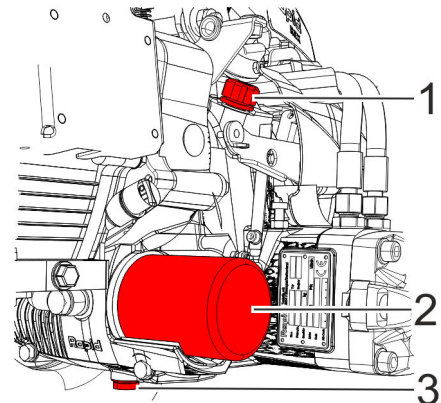

Abb. 54: Hydrauliköl wechseln
1. ➤ Ablassschraube (Abb. 54/3) lösen.
2. ➤ Ölfilter (Abb. 54/2) lösen.
5. ➤ Ablassschraube (Abb. 54/3) festdrehen.
7. ➤ Einfüllschraube mit integriertem Ölmesstab (Abb. 54/1) lösen und herausnehmen.
9. ➤ Einfüllschraube mit integriertem Ölmesstab (Abb. 54/1) festdrehen.